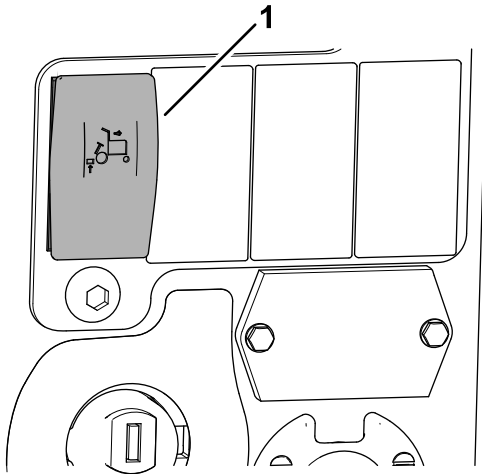

Figura 38
1. Pulse el interruptor de elevación limitada en marcha atrás en la posición ACTIVADA (Figura 38).
4. Para desactivar la elevación limitada automática en marcha atrás, pulse el interruptor de elevación limitada en marcha atrás en la posición de DESACTIVADO (Figura 38).